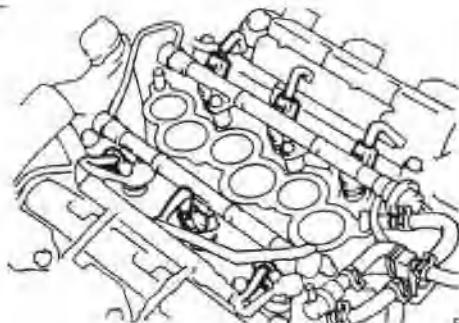
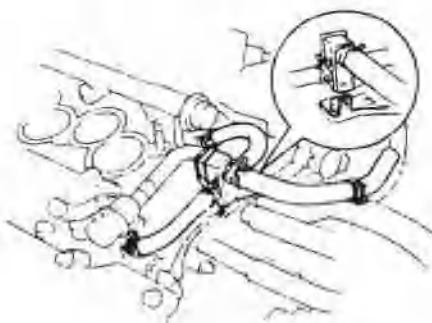

图 1.31 喷油嘴连接器位置
图 1.32 辅助空气软管和管道
① 拆卸进气室总成。
② 脱开喷油嘴连接器。喷油嘴连接器位置如图 1.31 所示。
③ 拆下辅助空气软管和管道。
- 从进气歧管上拆下辅助空气软管。辅助空气软管和管道如图 1.32 所示。